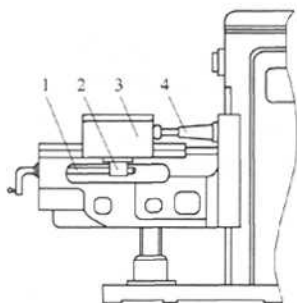

图3 进给镗孔法
(1) 进给镗孔法 把新托架的外形、底面及装配螺孔加工好后,将它装在下托板上,如图3所示;做一中心冲,装在横向丝杠位置上,来回推动下滑板。这时,托架2被中心冲冲出一个锥孔,即为托架孔C的中心,卸下托架,以小锥孔为圆心钻孔,并留4~5mm精加工余量;再将托架紧固在下托板3上,做一镗杆1装在横向丝杠位置上,利用机床本身的进给系统,产生旋转运动,利用千斤顶实现进给运动,镗出所需的C孔。